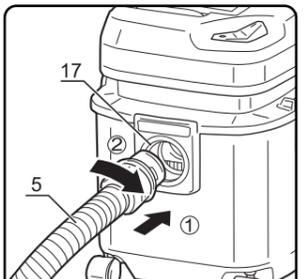

fig.8
- 호스(5)의 큰 쪽을 호스 연결부(17)에 삽입하고 확실하게 고정될 때까지 돌려주십시오. (fig.8)